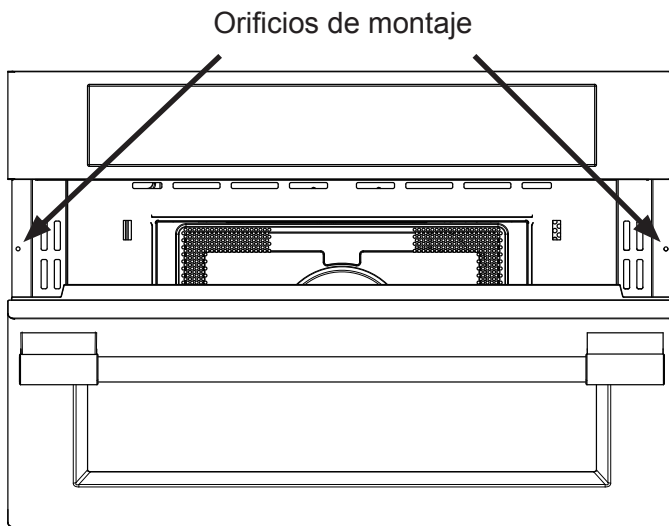

Figura 5: Orificios de tornillos
1. Los orificios de montaje en los lados deben ser usados como un modelo para localizar los orificios de tornillo de montaje (ver figura 5).